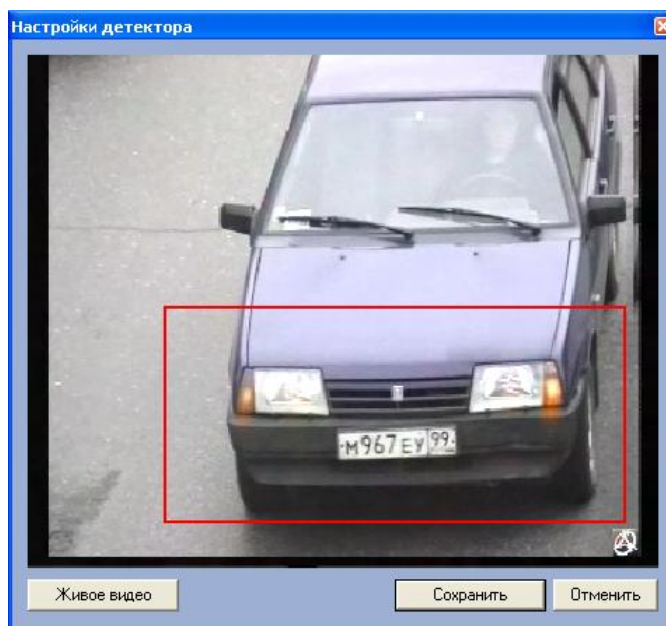

Рис. 7.2-27. Интерфейс настройки детектора (режим «Стоп кадр»)
*Примечание. Выделить требуемую область зоны аналогичным образом можно также непосредственно в режиме «Живое видео» (см. Рис. 7.2-27).*